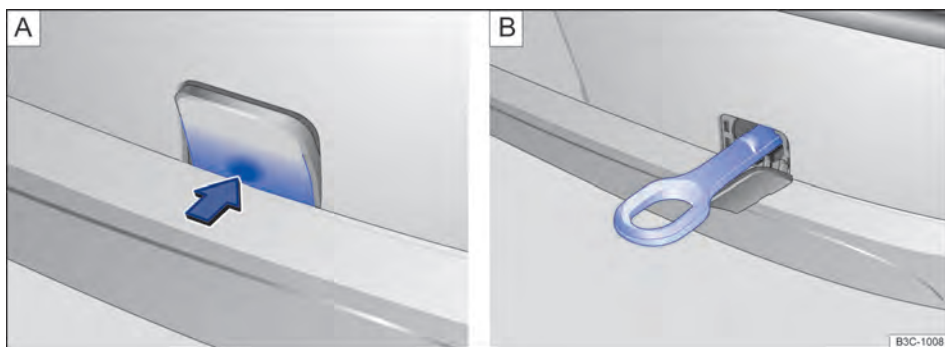
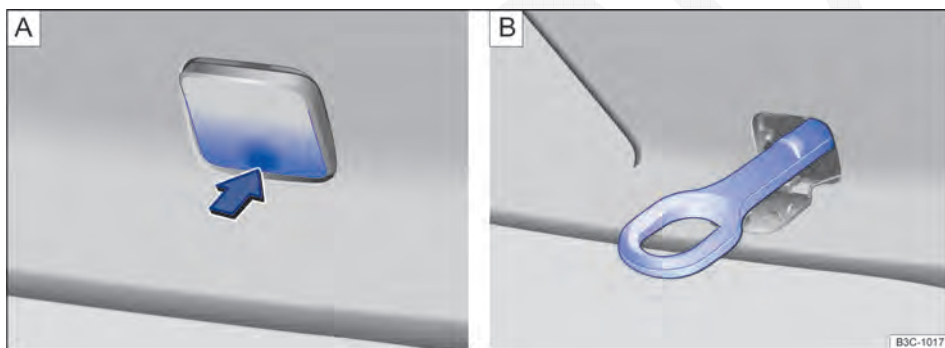

Fig. 264 No para-choque traseiro à direita (variante 1): remover a cobertura (A) e a argola de reboque rosqueada (B).
Fig. 265 No para-choque traseiro à direita (variante 2): remover a cobertura (A) e a argola de reboque rosqueada (B).
O alojamento da argola de reboque parafusável está localizado atrás, à direita do para-choque, atrás de uma capa de cobertura ⇒ Fig. 264 ou ⇒ Fig. 265. Em *veículos com dispositivo de reboque instalado de fábrica*, atrás da cobertura **não** há um alojamento para a argola de reboque rosqueável. Para rebocar, bascular para fora ou montar e utilizar a rótula de engate e utilizá-la ⇒ Página 160, ⇒ ❶.
- Pressionar na área inferior da capa de cobertura ⇒ Fig. 264 A ou ⇒ Fig. 265 A no sentido da seta, para soltar o encaixe da capa de cobertura.
- Rosquear a argola de reboque ⇒ Fig. 264 B ou ⇒ Fig. 265 B tão firme quanto possível **no sentido anti-horário** no alojamento ⇒ ❶. Utilizar um objeto apropriado com o qual a argola de reboque possa ser rosqueada com firmeza no alojamento. ►